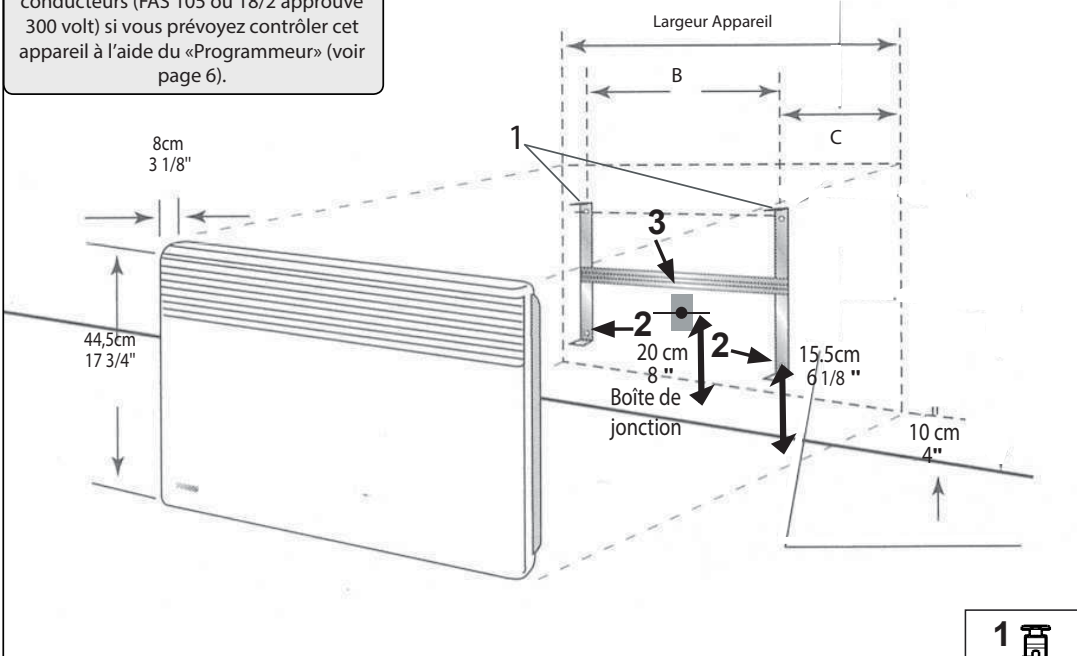

Figure 3A
**Note :** Pour centrer latéralement votre appareil, aidez-vous du trou rep. no. 3 Figure 3A & 3B.
- 1- Libérer le dossier en pinçant et en tirant les deux languettes insérables au dos de l'appareil. (no. 1 Fig 3A & 3B)
- 2- Placer le centre des trous de marquage inférieures du dossier (no. 2 Fig. 3A & 3B) à 15.5 cm (6 1/8 po) du sol puis faites une marque.